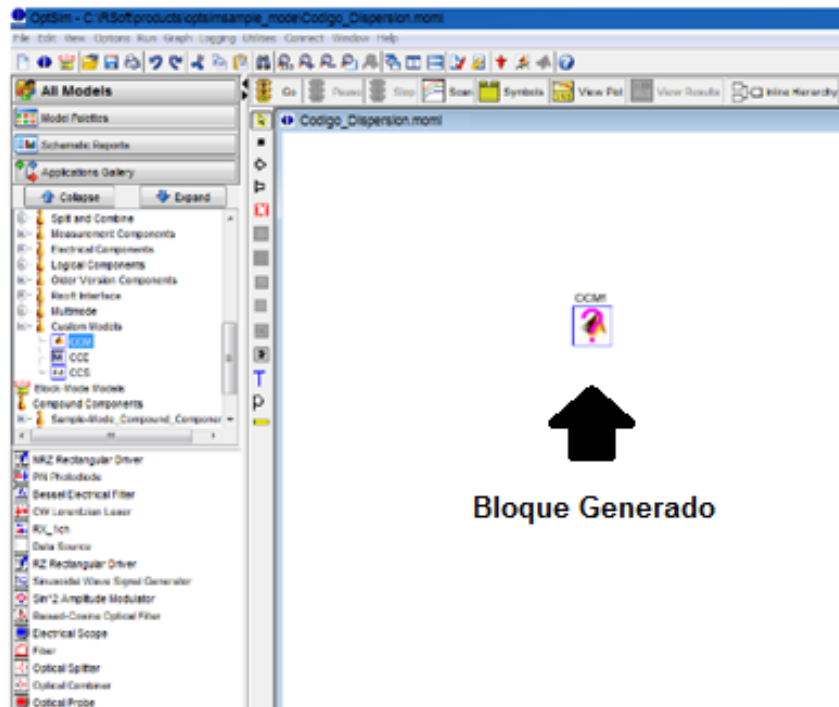

Figura 9. Escenario de Simulación OptSim Final.
- Seguidamente, se debe seleccionar y arrastrar el componente personalizado para el modelo Matlab (CCM) hacia el escenario de simulación como se contempla en la figura 9.